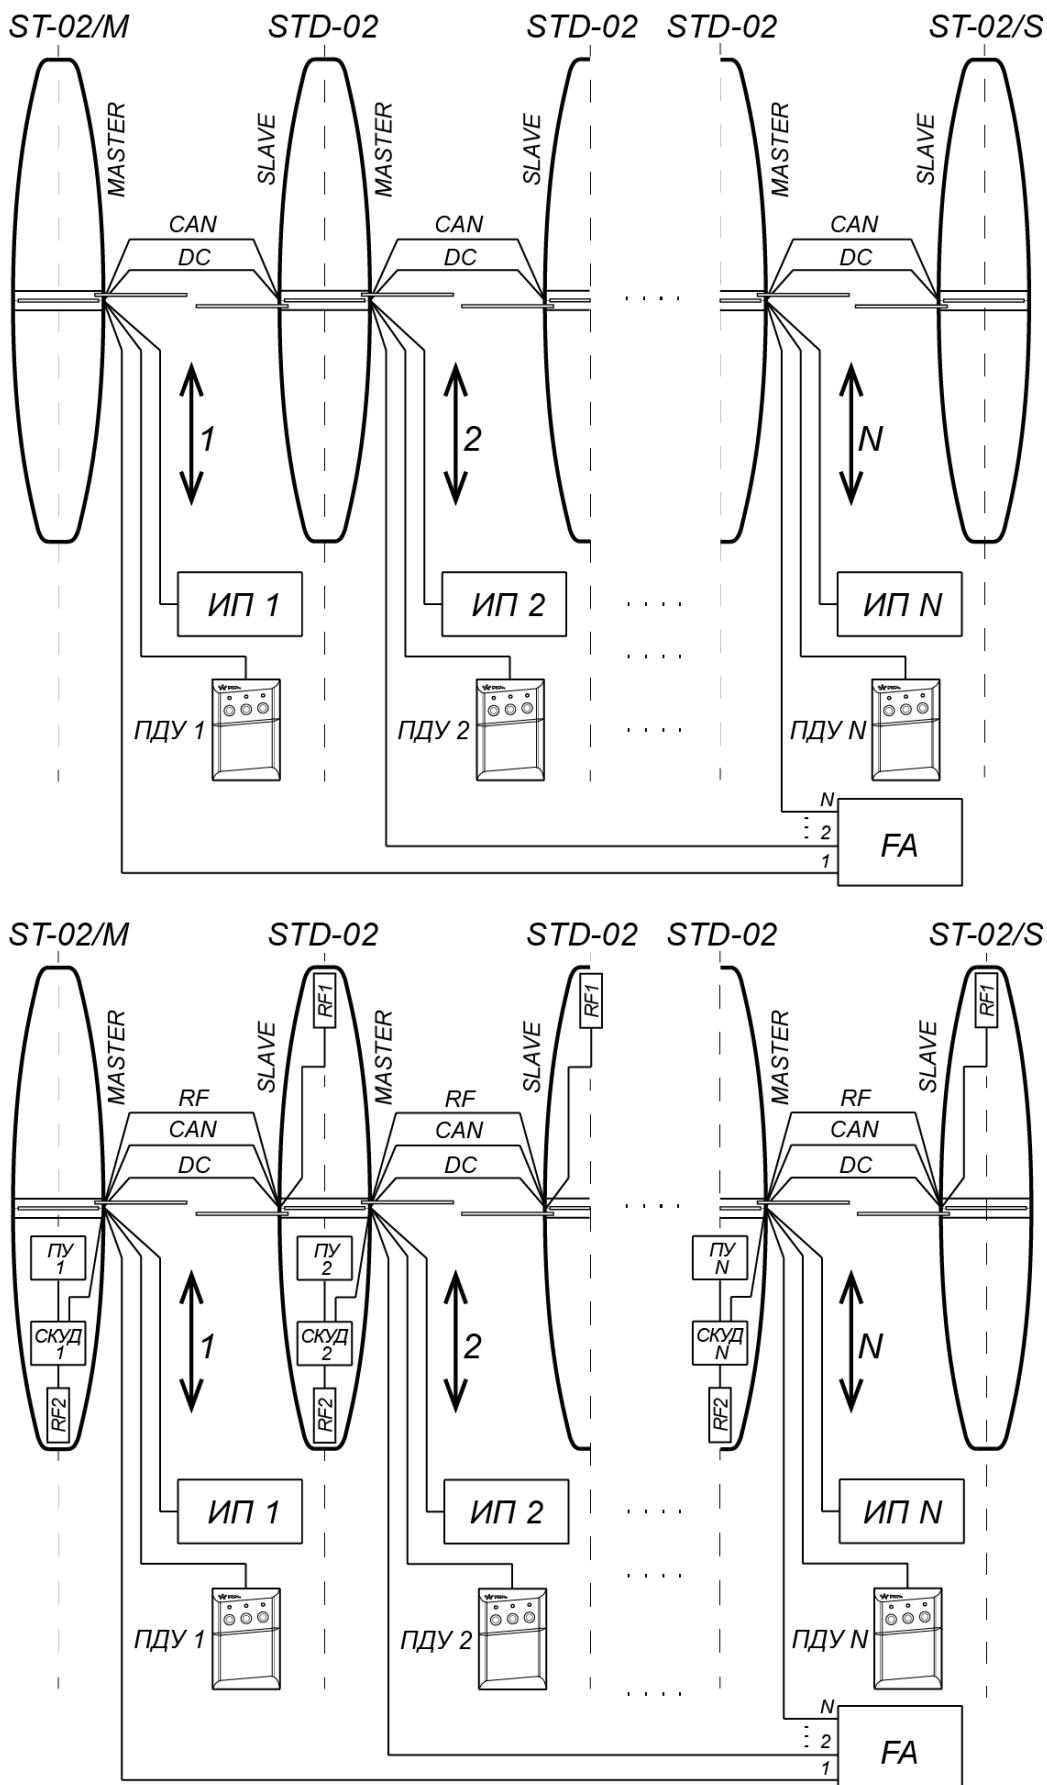
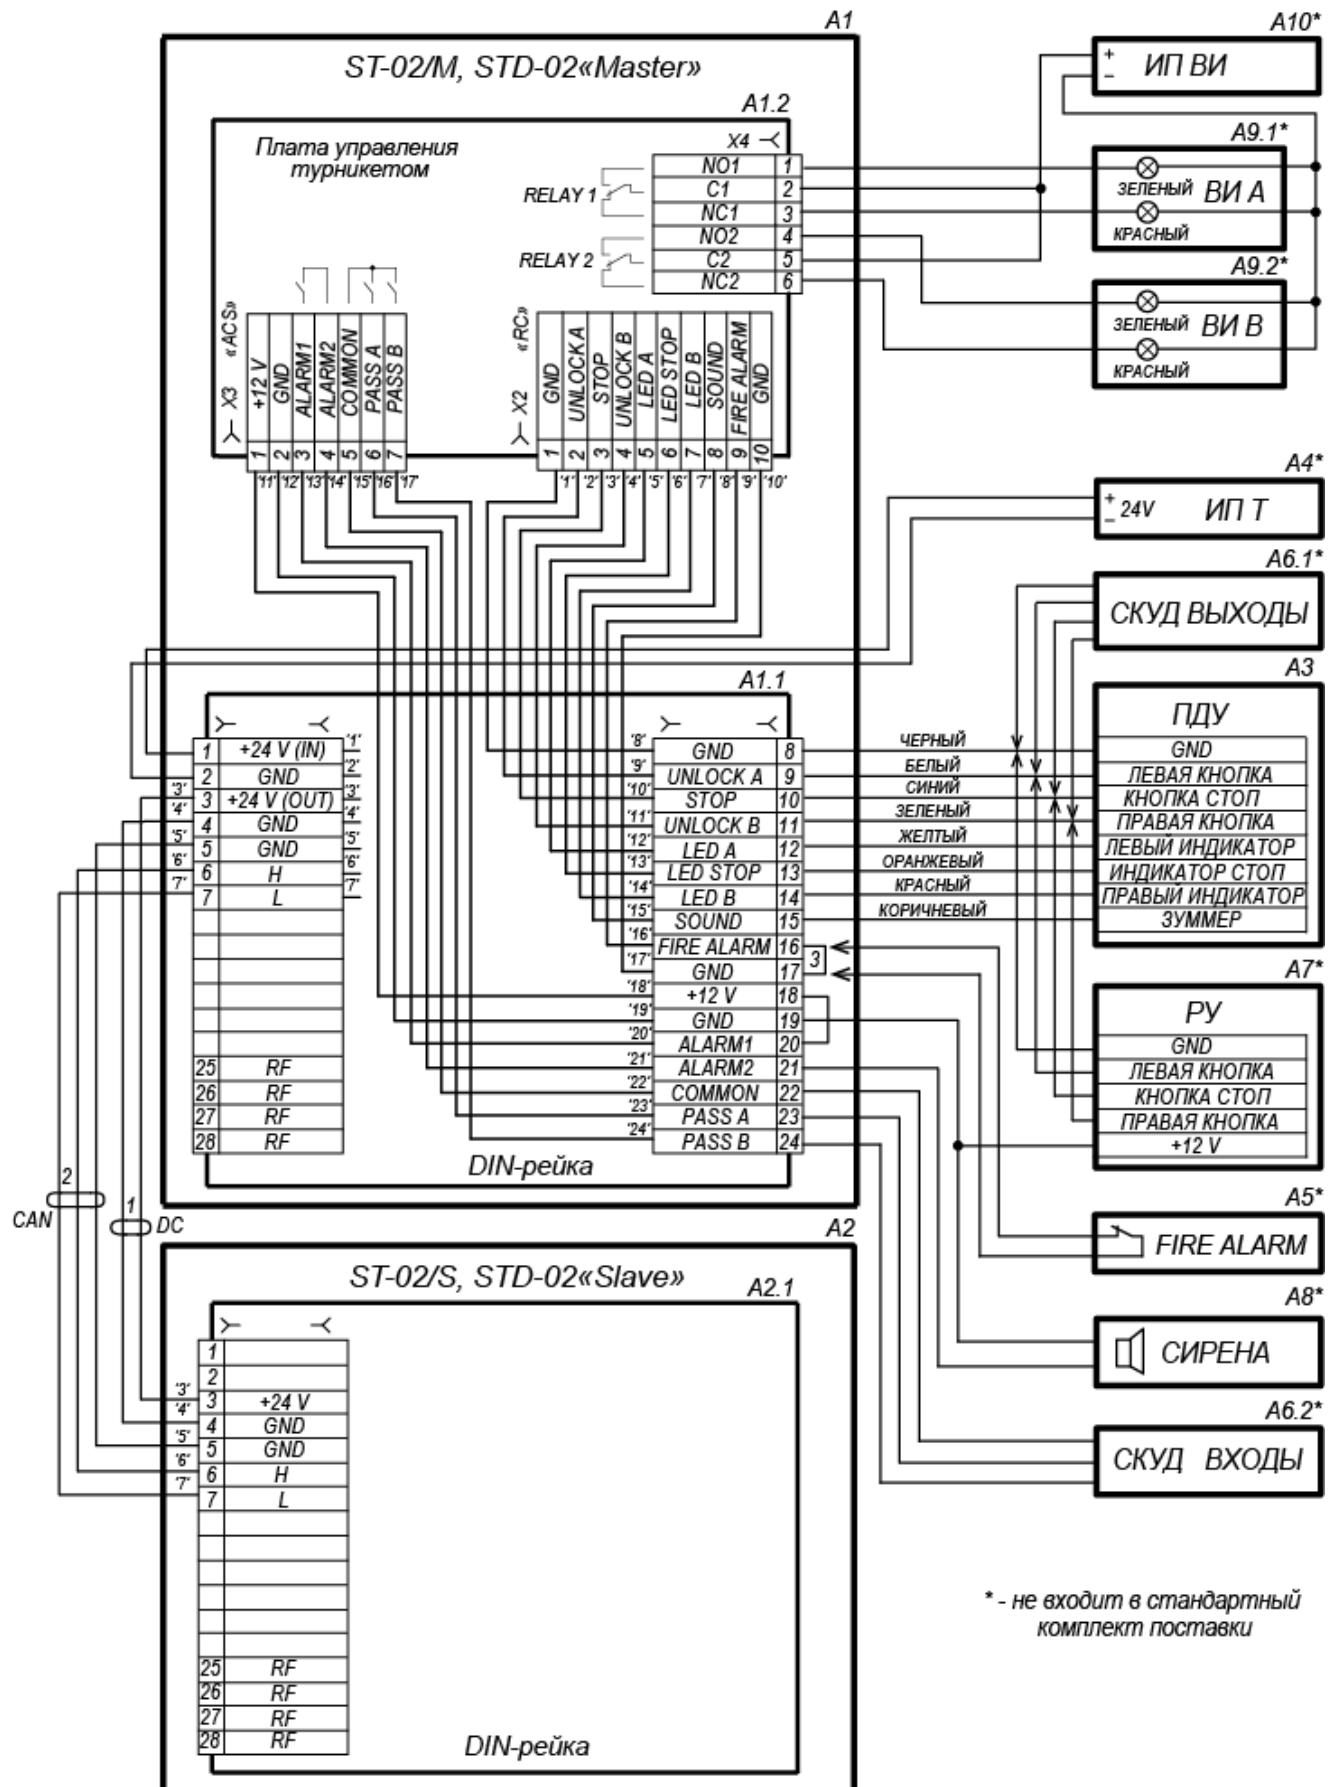
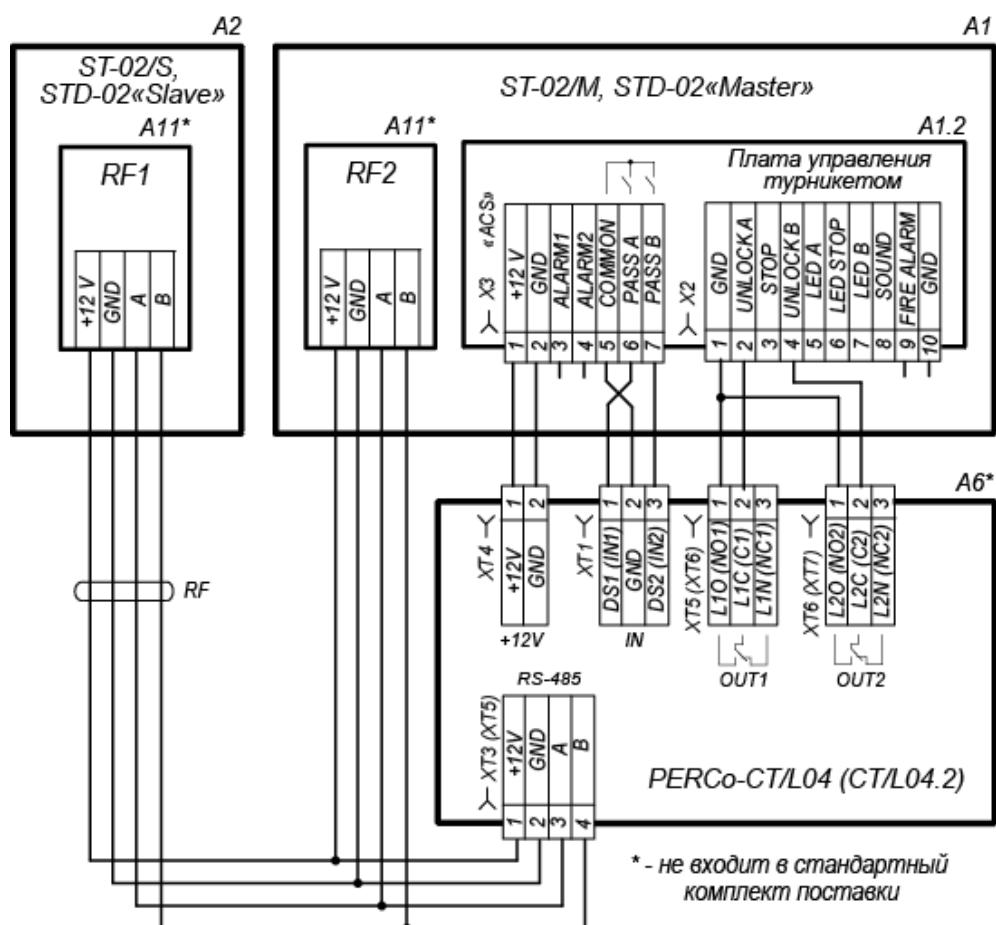

Рисунок 16. Схемы соединений турникета PERCo-ST-02 и двусторонних секций PERCo-STD-02 для организации проходной с несколькими (N) зонами прохода
Рисунок 17. Схема электрических соединений турникета
Рисунок 18. Вариант подключения к турникету контроллера СКУД PERCo-CT/L04
- каналы, соединяющие отверстия для ввода кабелей противоположных секций (сторон двусторонней секции) одной зоны прохода – для подводки соединительных кабелей DC (9) и CAN (10)1, а также по необходимости при установке встроенных в турникет считывателей – кабель для соединения считывателя из секции *Slave* с контроллером СКУД (кабель RF на схемах на рис. 16 и рис. 18).
17. Выньте изнутри каждой секции (стороны секции) и подключите внешние соединительные кабели к выносной колодке подключения согласно схеме электрических соединений турникета (см. рис. 17). Вставьте и закрепите на место выносную колодку. Аккуратно уложите подсоединенные к ней кабели внутри корпуса секции.
Для удобства входы и выходы встраиваемого в турникет контроллера СКУД могут подключаться не к контактам DIN-рейки, как показано на схеме (рис. 17), а непосредственно к соответствующим им контактам платы управления (разъемы **X2** и **X3**, рис. 6). Вариант схемы подключения представлен на рис. 18.